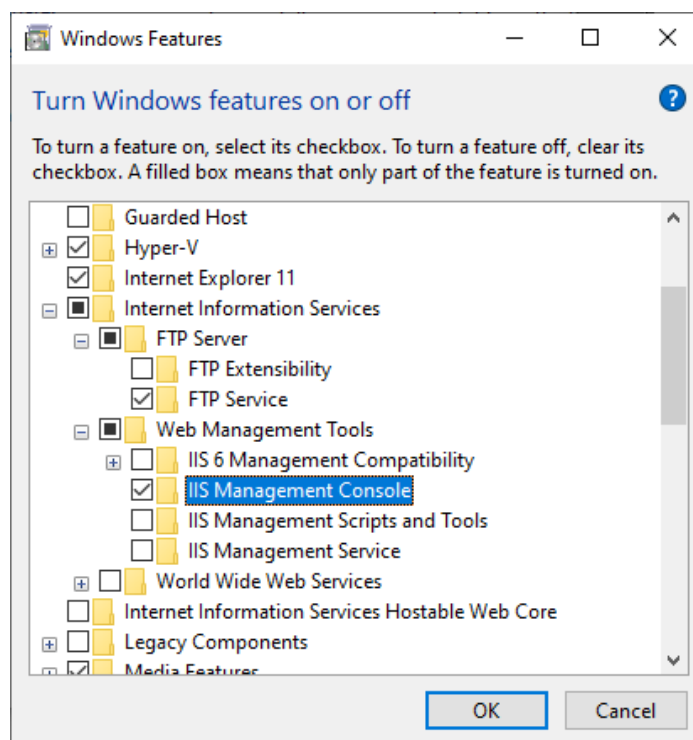

Figura 29 Selezionare “FTP Service” e “Console di gestione IIS”
5. Selezionare “FTP Service” e “Console di gestione IIS” (vedere Figura 29).